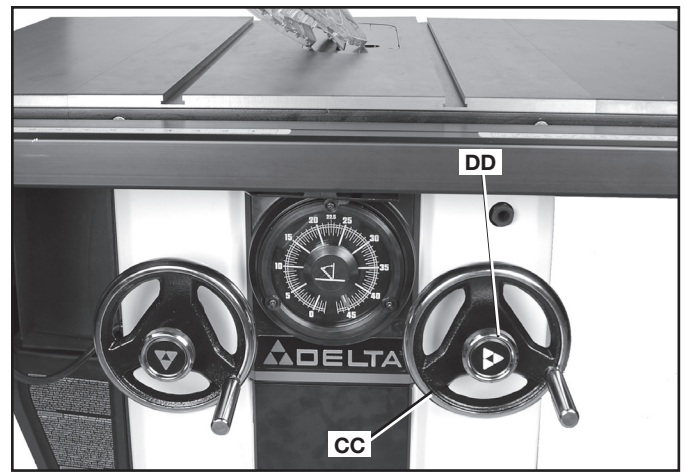
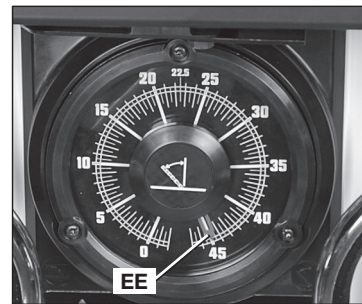

FIG. 23
FIG. 24
Incline la hoja hacia la izquierda con el volante derecho (CC), Fig. 23.
Para inclinar la hoja de la sierra, afloje la perilla de bloqueo (DD), Fig. 23, en sentido contrario a las agujas del reloj y gire el volante (CC). Un indicador (EE), Fig. 24, le muestra el ángulo de inclinación en la escala, marcado en incrementos de 1/2 grado.